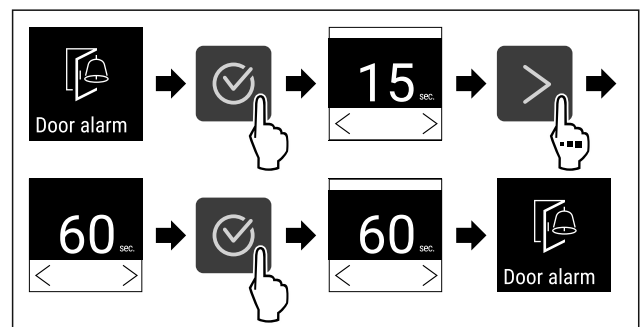

Fig. 88
- ▶ Udfør handlingstrinene (se Fig. 88) .